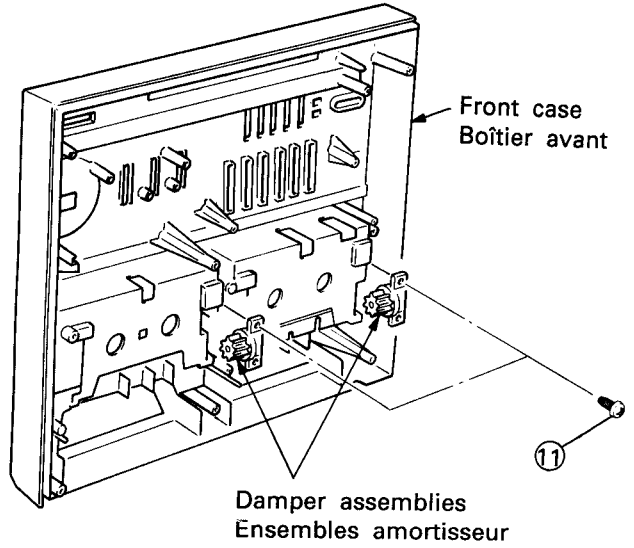

Fig. 6
Remove the screw ⑬ from each damper assembly and remove the assembly. (Fig. 6)
Retirer une vis (11) de chaque ensemble amortisseur, et déposer l'ensemble. (Fig. 6)